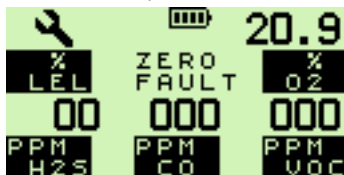

Рис. 3.10 Сбой датчика
3. Если над указанием типа газа появляется сообщение “ZERO FAULT” и символ гаечного ключа (немигающий), как показано на рис. 3.10, это означает, что датчик требует замены или что в нем имеет место электрическая неисправность.